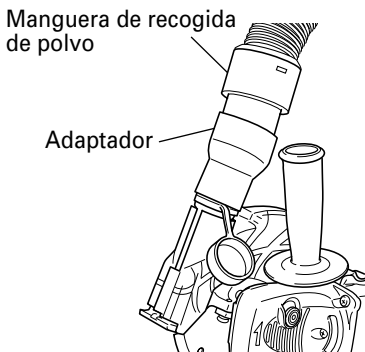

Fig. 4
- (1) Extraiga la tapa de caucho e instale el adaptador accesorio. (Fig. 4)
- (2) Instale la manguera del colector de polvo para la herramienta eléctrica en el adaptador accesorio. (Fig. 4)